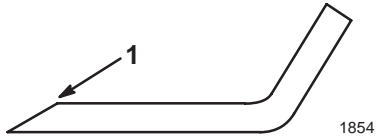

Bild 36
1. Schärfen Sie die Schneidkante an beiden Enden des Schnittmessers mit einer Feile (Bild 36). Behalten Sie den ursprünglichen Winkel bei. Das Schnittmesser behält seine Auswuchtung bei, wenn von beiden Schneidkanten die gleiche Materialmenge entfernt wird.